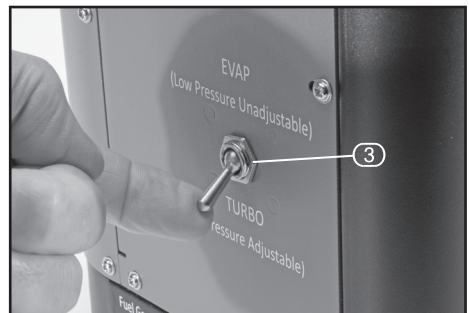

FIG.4
8.4 TOGGLE MODE SELECTION SWITCH - FIG. 4